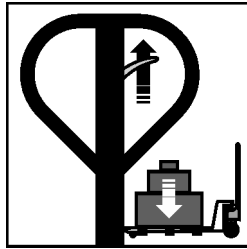

Fig. 8 – Bajar la carga
c) Posicione la palanca para arriba para bajar la carga (fig. 8).